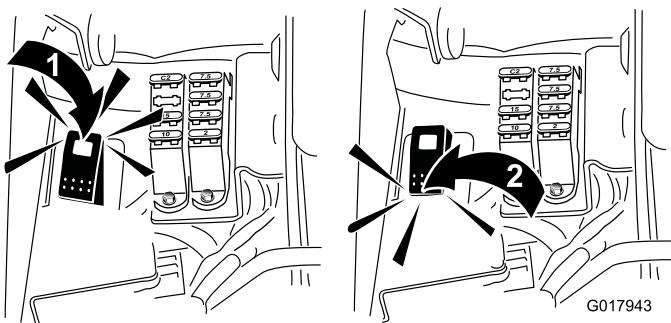

図 51
5. バックラップスイッチを逆転R位置にセットする図 51。